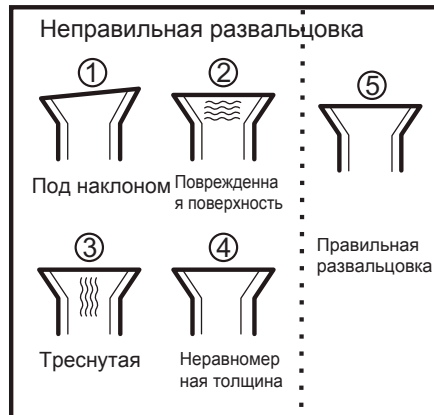

Рис. 6
4) Развальцуйте трубы. Перед развальцовкой труб вставьте выпускное отверстие трубы в медную гайку. Убедитесь в том, что отверстие является плоским, а его поверхность гладкая и равномерной толщины. (Рис. 6)